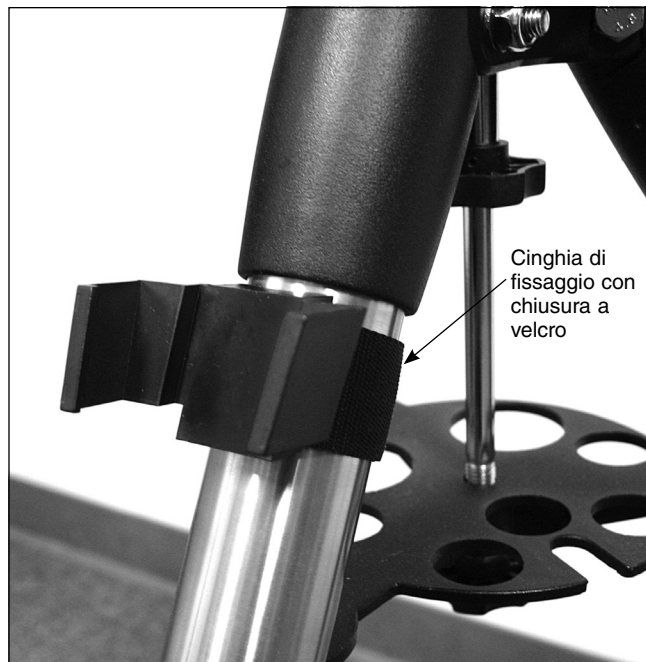

Figura 13. Installazione del supporto dell'unità di controllo manuale GoTo
1. Fissare il supporto dell'unità di controllo manuale in dotazione a una gamba del treppiede sopra il vassoio di supporto centrale del treppiede usando la cinghia di fissaggio con chiusura a velcro, come mostrato in **Figura 13**.